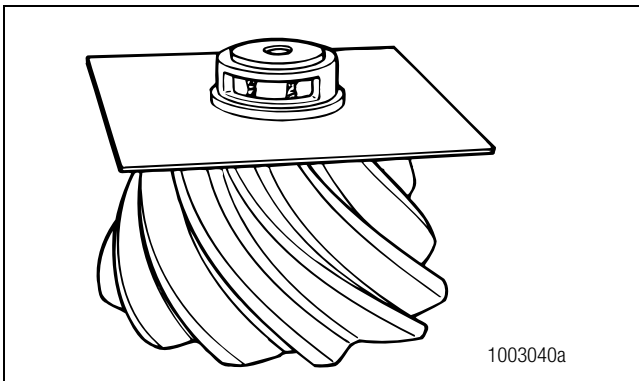

Figura 5.9
2. Coloque la pantalla contra el calor sobre el vástago del piñón de manera que se pueda ver el líquido indicador de la temperatura por el orificio de la pantalla. Figura 5.9.